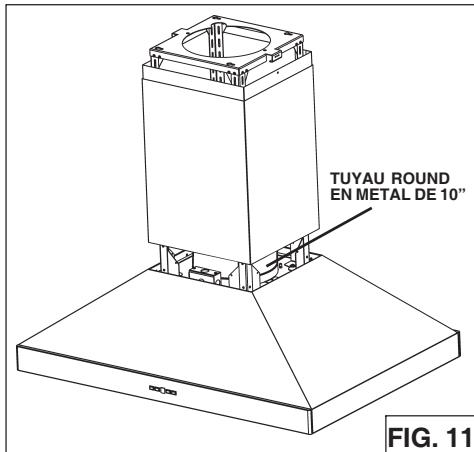

FIG. 11
5. Reliez le collier du tuyau qui se trouve sur votre hotte au système d'évacuation qui se trouve au-dessus au moyen d'un **tuyau rond en métal de 10"** (Fig.11).